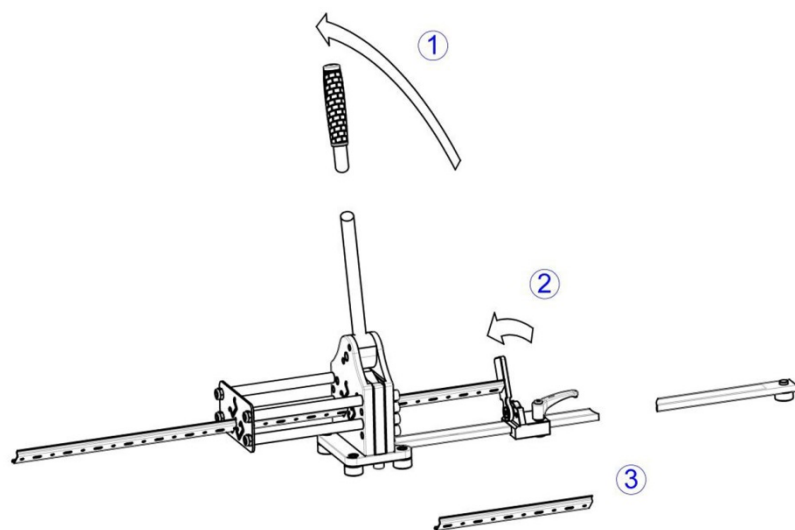

Abb. 8: Entnehmen Tragschiene
- Zum Entnehmen der abgeschnittenen Tragschiene die Griffstange gänzlich nach hinten in ihre Ausgangslage bewegen (Abb. 8, Pos. 1).
- Je nach Länge des Werkstückes ggf. die Anschlagklappe beiseite schwenken (Abb. 8, Pos. 2) und anschließend das fertige Profil entnehmen.